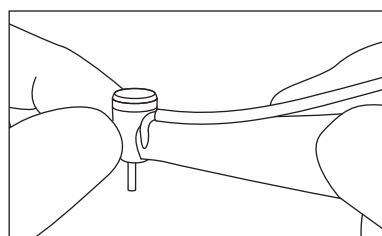

図6
- 5) ハンドピース停止後、ヘッド部に異常な発熱がないことを直接手で触って確認してください(図6)。